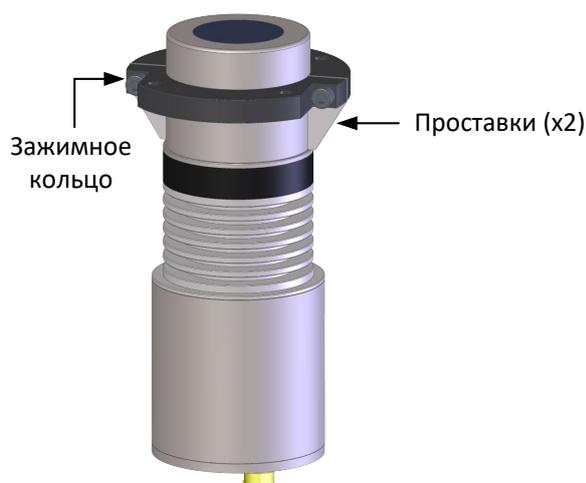

Рисунок 23: Зажимное кольцо (утопленный монтаж)
3. Убедитесь, что проставки касаются выступа на датчике (Рисунок 23). Затяните винты зажимного кольца, чтобы зафиксировать зажимное кольцо на месте